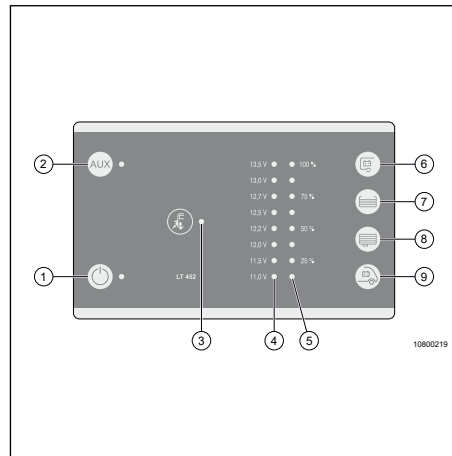

Fig. 44 Panneau de contrôle
6. Vérifier le bon fonctionnement sur le panneau de contrôle (Fig. 44).
L'interrupteur principal 12 V (Fig. 44, pos. 1) active et désactive l'alimentation 12 V de l'habitacle.
En appuyant sur la touche (Fig. 44, pos. 7 ou pos. 8) sur le panneau de contrôle, on peut consulter le niveau de remplissage du réservoir d'eau fraîche et des eaux usées.